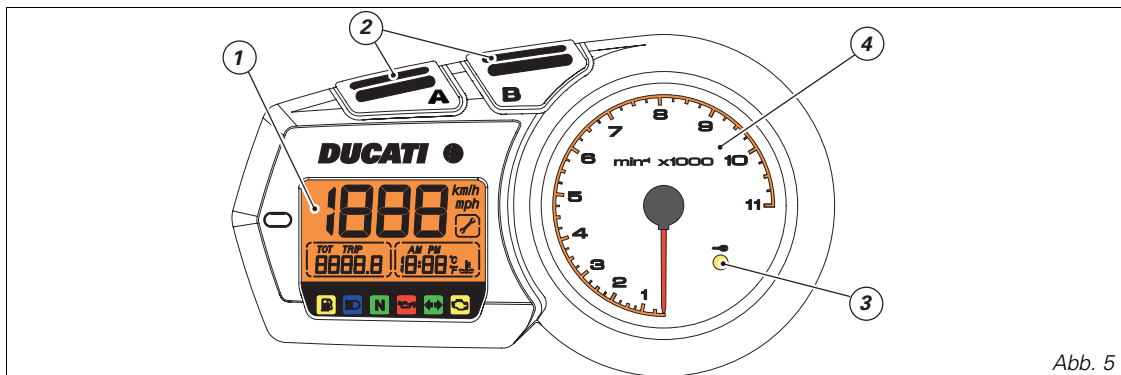

Abb. 5
1) **LCD** (siehe Abb. 5).
Durch Drücken der Taste (B Abb. 5) bei auf **ON** stehendem Zündschlüssel zeigt das System im Scroll-Modus nacheinander folgende Funktionen an:
Zeigt die seit der letzten Rückstellung gefahrene Strecke an. Dieser Parameter kann durch mindestens 2 Sek. langes Drücken der Taste (**A**, Abb. 5) jederzeit bei aufgerufener Funktion zurückgesetzt werden. Beim Erreichen von 9999,9 km (oder Meilen) wird das Display automatisch auf Null gestellt.
Das Steuergerät teilt dem Cockpit automatisch das Motorradmodell und die aktuellen, am Display anzuzeigenden Maßeinheiten mit. Um die Parameteranzeige zu ändern, den Zündschlüssel von **OFF** auf **ON** drehen und gleichzeitig die Tasten (**A**, Abb. 5) und (**B**, Abb. 5) drücken. Am Display werden das Modell und die Version des Motorrads blinkend angezeigt. Um nacheinander die möglichen Einstellungen anzuzeigen, die Taste (**B**) drücken. Zum Abspeichern der Auswahl die Taste (**A**) mindestens 5 Sekunden lang bzw. so lange drücken, bis am Display OFF angezeigt wird, anschließend den Zündschlüssel auf **OFF** drehen.
Bei Zündschlüssel auf ON wird durch Drücken der Taste „B“ (2, Abb. 5) innerhalb der ersten 5 Sekunden nach jedem Druck die Lichtintensität geändert.